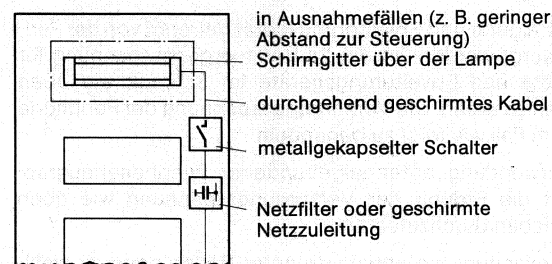

Bild 19 Maßnahmen zur Entstörung von im Schrank eingebauten Leuchtstofflampen
- Für die Schrankbeleuchtung sollten aus Gründen der Störsicherheit keine Leuchtstofflampen verwendet werden. Wenn auf Leuchtstofflampen nicht verzichtet werden kann, sind die im Bild 19 dargestellten Maßnahmen zu treffen. Wir empfehlen in diesem Fall LINESTRA-Lampen.